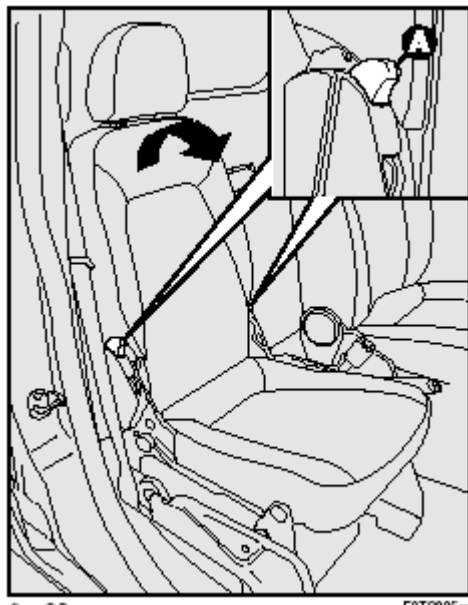

рис. 23
- нажать на рычаг **А** – **рис. 23** и откинуть вперед спинку по направлению указанному стрелкой;